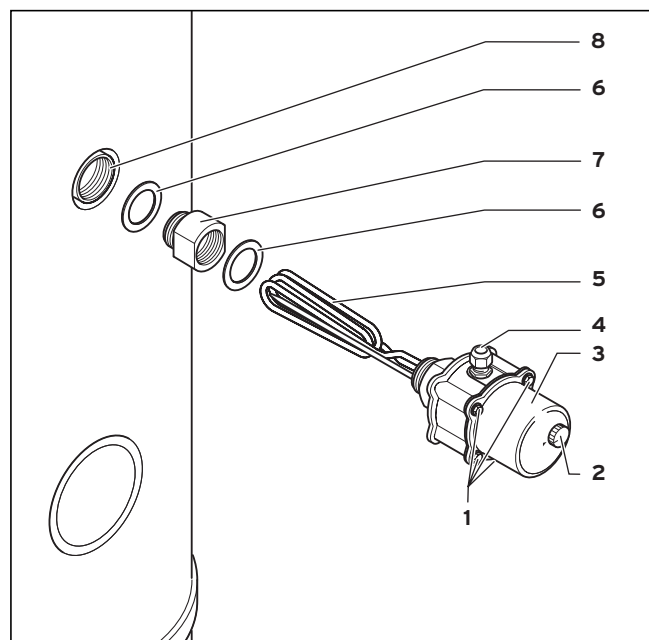
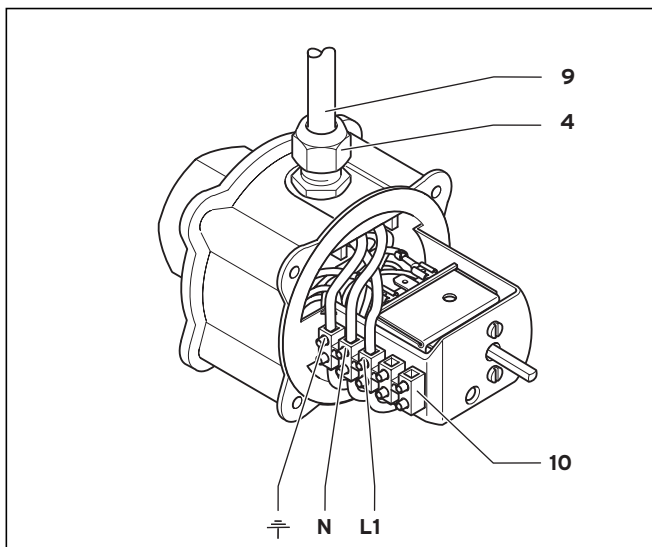
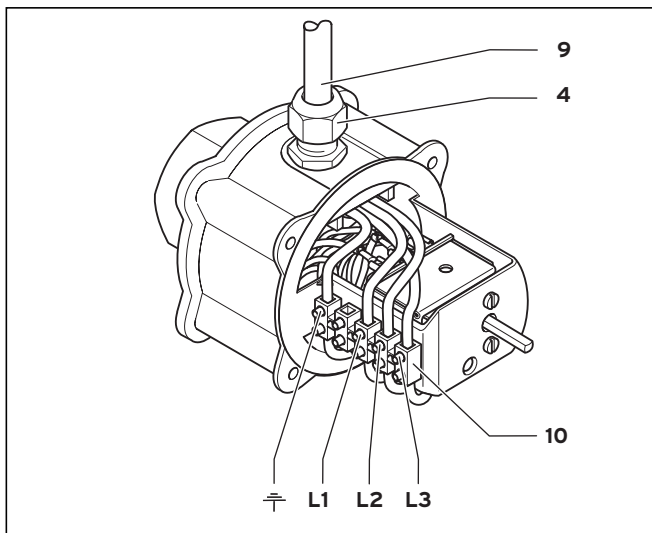

Abb. 1 Einschraubheizkörper installieren
Abb. 2 Elektrische Installation 230 V-Einschraubheizkörper
Abb. 3 Elektrische Installation 400 V-Einschraubheizkörper
Gehen Sie folgendermaßen vor (siehe Abb. 1 bis Abb. 3):
- Einstellregler (2) abziehen.
- 4 Sechskantschrauben (1) lösen.
- Gehäusedeckel (3) abziehen.
- Kabel mit PG-Verschraubung (4) befestigen.
- Kabel gemäß Ausführung laut Abb. 2 (230 V) oder Abb. 3 (400 V) an die Klemmleiste (10) anschrauben.
- Gehäusedeckel (3) aufsetzen und mit 4 Sechskantschrauben (1) befestigen.
- Einstellregler (2) aufstecken.